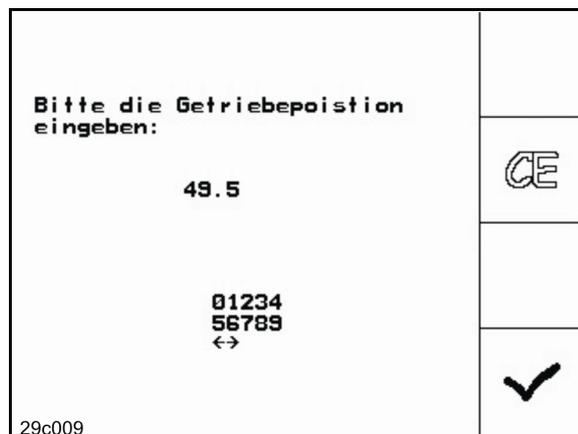

Fig. 78
- Confermare le impostazioni e registrare il valore visualizzato sulla scala dalla leva del riduttore nella finestra del menu che viene aperta (Fig. 78).